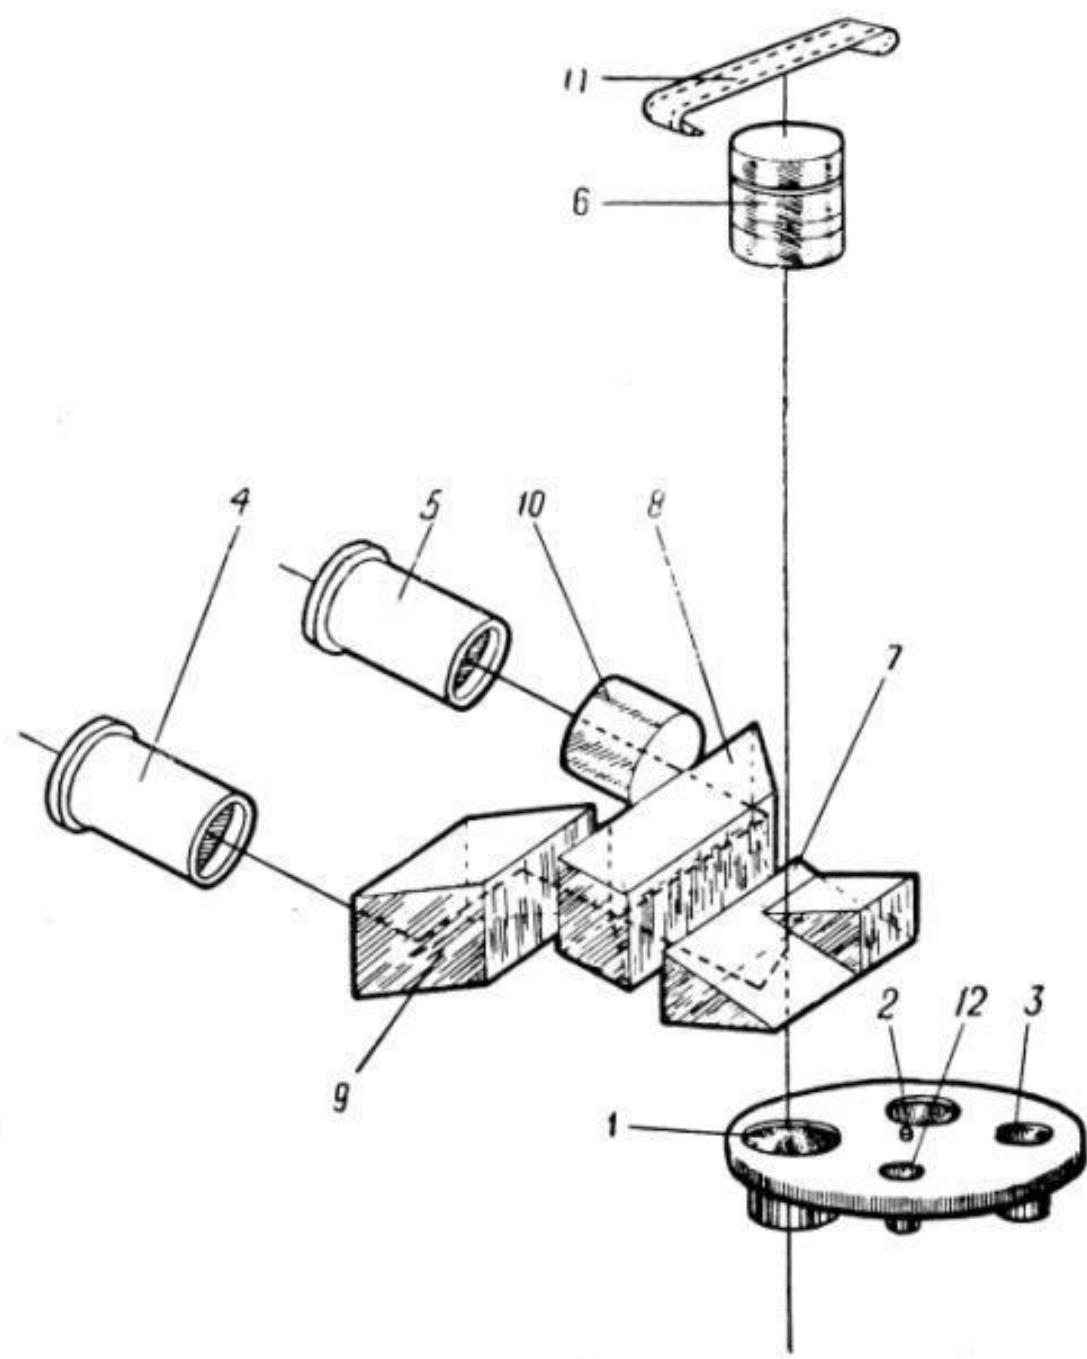
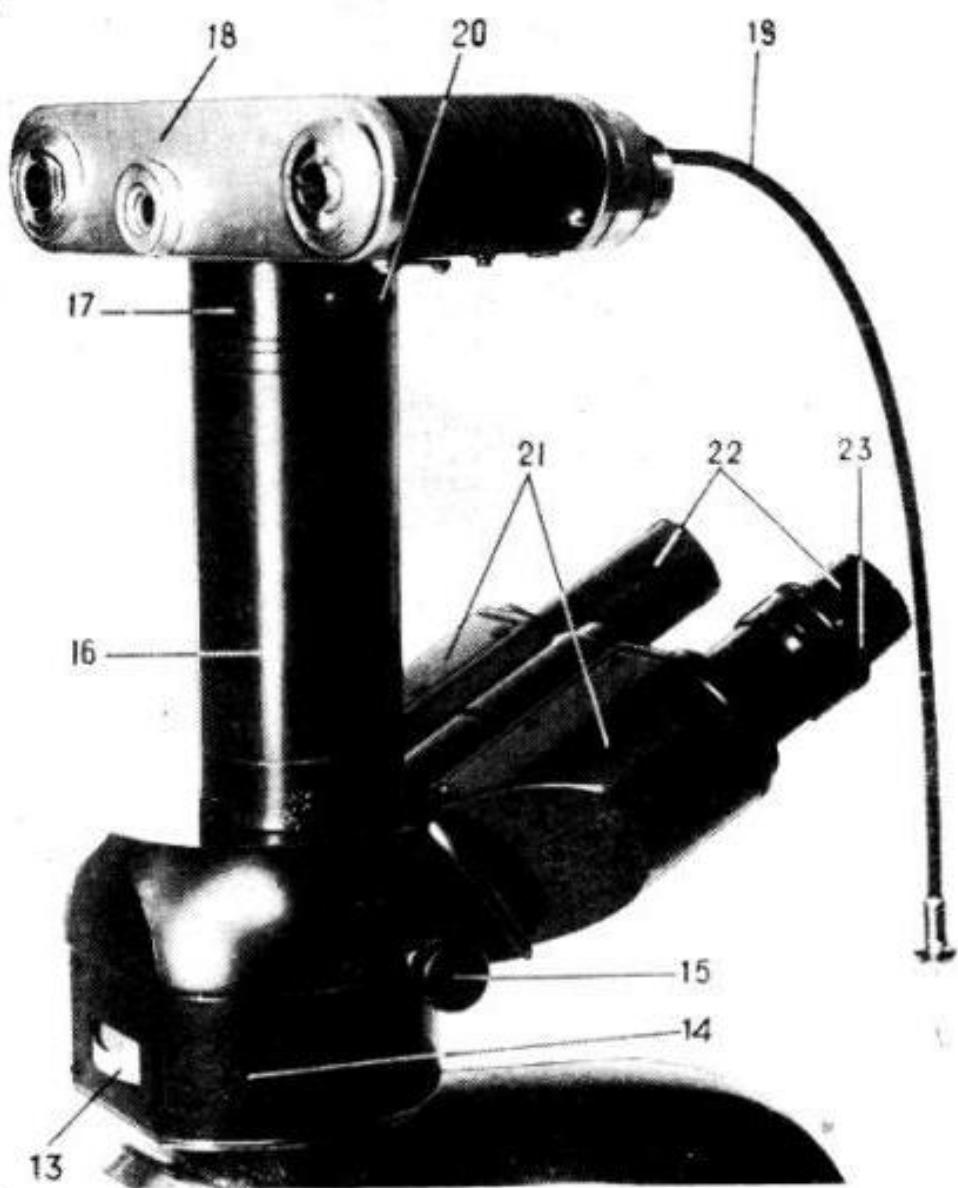

Рис. 1
Рис. 2
Оптическая схема микрофотонасадки показана на рис. 1. Лучи света, проходящие через объектив микроскопа, падают на одну из оптических систем 1, 2 или 3, которая совместно с объективом переносит изображение объекта в фокальные плоскости визуальных окуляров 4, 5, а совместно с объективом и гомалем 6 — в плоскость фотопленки.
Микрофотонасадка МФН-11, установленная на микроскопе МББ-1, показана на рис. 2.
Установка того или иного увеличения насадки, а также установка системы для рассматривания выходного зрачка объектива производится вращением диска 13 за накатанную часть. Диск имеет четыре фиксированных положения. На цилиндрической части диска награвированы цифры «1,1», «1,6», «2,5» и буквы «ФК». Фиксатор, цифры и буквы расположены так, что при включении оптической системы 1 (рис. 1), 2 или 3 цифры, показывающие увеличение, устанавливаются против окна, находящегося сзади корпуса 14 (рис. 2) насадки; при включении системы 12 (рис. 1) против окна устанавливаются буквы «ФК».
В оптическую систему насадки рукояткой 15 (рис. 2) может быть включена или та часть призмы 7 (рис. 1), которая полностью отражает пучок лучей на призму 8, или же часть призмы, отражающая на призму 8 около 10% света и пропускающая остальную часть на пленку 11 фотокамеры. При ввинтой рукоятке 15 (рис. 2) происходит полное отражение света, при выдвинутой — частичное.
На корпусе 14 насадки установлена трубка 16, в которую вмонтирован гомаль 6 (рис. 1). В патрубке 17 (рис. 2) закреплена фотокамера 18 с тросиком 19. Если отвернуть винт 20, патрубок с фотокамерой можно снять с насадки.
Бинокулярный тубус имеет два корпуса 21 (левый и правый) с окулярными трубками 22, в которые вставляются парные компенсационные окуляры 7х. Корпуса 21 можно раздвигать в пределах 55—75 мм в зависимости от расстояния между глазами наблюдателя. Установка окулярных трубок по глазам наблюдателя производится разворотом тубусов. Тубусы должны быть установлены так, чтобы поля зрения левой и правой трубок слились. Внутри корпусов расположены призмы 8 (рис. 1), 9 и компенсатор 10.
диоптрийный механизм; кольцом 23 (рис. 2) диоптрийный механизм можно устанавливать на  $\pm 5$  диоптрий.
2. Ввести в оптическую систему ту часть призмы 7 (рис. 1), которая полностью отражает световой пучок; для этого рукоятку 15 (рис. 2) вдвинуть до упора.
2. Ввести в оптическую систему ту часть призмы 7 (рис. 1), которая отражает приблизительно 10% лучей; для этого рукоятку 15 (рис. 2) выдвинуть до упора.
5. Проверить настройку освещения в микроскопе. Для этого включить систему 12 (рис. 1), позволяющую рассматривать выходной зрачок объектива, и проверить резкость и центричность изображения источника света в зрачке. Затем, включив систему
Вставить в левую окулярную трубку окуляр  $7^x$  с диоптрийной подвижкой без шкалы и подвижкой глазной линзы и кольца 23 (рис. 2) добиться резкости.